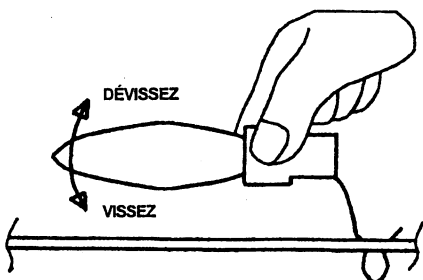

FIGURE 12
3. Tenez la douille pendant que vous dévissez l'ampoule (FIGURE 12).
2. **Tenez la douille pendant que vous dévissez l'ampoule (FIGURE 12).**